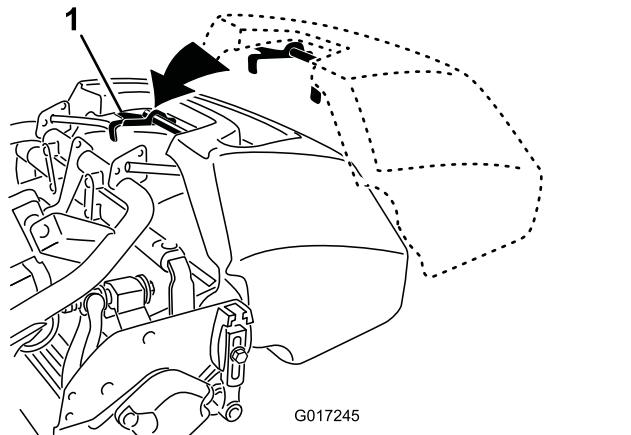

Figura 21
1. Agarre no cesto pela pega (Figura 21).
2. Oriente o rebordo do cesto entre as placas laterais da unidade de corte e sobre o rolo frontal (Figura 21).
3. Instale os ganchos do cesto por cima do arco da estrutura (Figura 21).